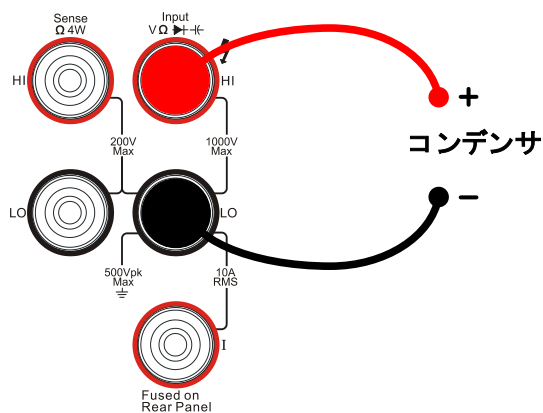

図 2-23 結線図
- 図 2-23 のように付属の赤色テストリード線を「Input HI」端子と測定するコンデンサの正極性端子に、黒色テストリード線を「Input LO」端子とコンデンサの負極性端子に接続します。